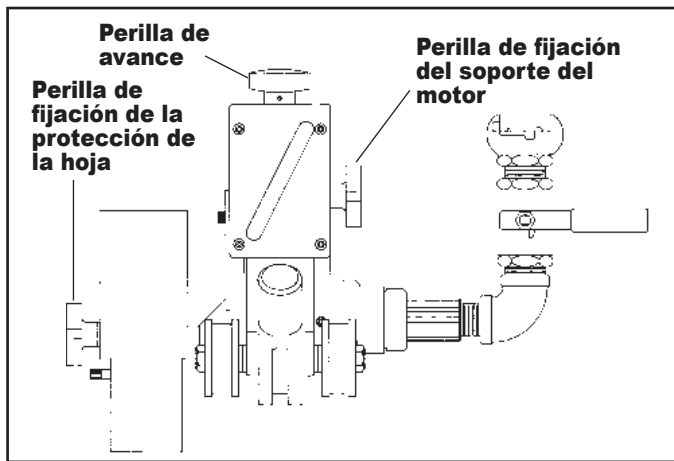

FIG. 4
1. Afloje la perilla de fijación del soporte de motor. (Fig. 4)
2. Retraiga el soporte de motor hasta la posición que está más arriba, girando la perilla de avance en sentido contrario a las agujas del reloj. (Fig. 4)
2. Gire la perilla de avance del cortatubos en el sentido de las agujas del reloj. (Fig. 4) Baje el motor y el cortatubos hasta que queden muy cerca del tubo, pero sin tocarlo. La perilla de fijación del soporte del motor debe estar ajustada pero debe permitir que el soporte se deslice.
- 2.* Una vez que se sabe el espesor del tubo que se desea cortar, gire la perilla de avance en el sentido de las agujas del reloj, (Fig. 4) hasta que la aguja indique la profundidad deseada del cortatubos. Deje al menos ¼ pulg. de hoja más allá de la profundidad de corte.
*La excepción a esto sería si la biseladora se usara para plástico, entonces el cortatubos estaría enganchado hasta que la biseladora comience a cortar. En este punto, se podría usar la aguja del indicador de profundidad para determinar la cantidad de biselado. Si se engancha completamente se produce 15/16 pulg. de biselado. (Fig. 4)
3. Ajuste la perilla de fijación del soporte de motor. (Fig. 4)
4. Ajuste la perilla de fijación de la protección de la hoja $\frac{1}{8}$ " del tubo. (Fig. 4)